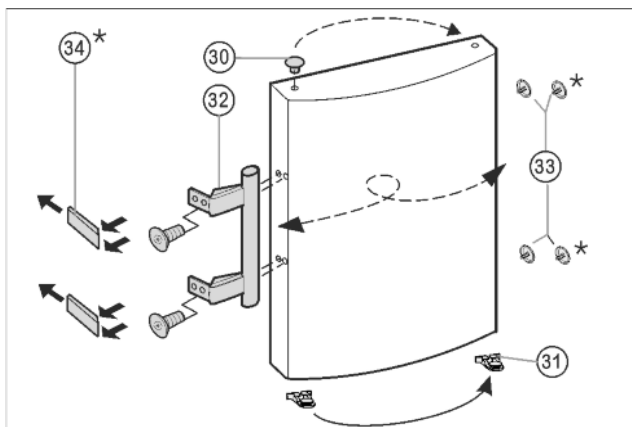

Fig. 9
- ▶ Извлеките пробку *Fig. 9 (30)* из опорной втулки дверцы и переставьте.
- ▶ Снимите и переставьте на противоположную сторону дверную ручку *Fig. 9 (32)*, пробку *Fig. 9 (33)* и прижимные пластины* *Fig. 9 (34)*.